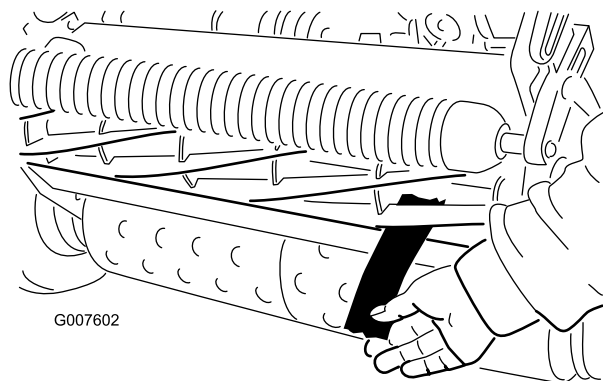

Figura 40
- En cada extremo del molinete, desde delante, inserte una tira larga de papel de periódico entre el molinete y la contracuchilla (Figura 40). Gire el molinete lentamente hacia adelante, y al mismo tiempo gire en el sentido de las agujas del reloj el tornillo de ajuste de la barra de asiento (en el mismo extremo del molinete), un clic a la vez, hasta que el papel quede ligeramente aprisionado cuando se inserta desde delante, paralelo a la contracuchilla, produciendo una ligera resistencia al tirar del papel (Figura 39)
- Cuando termine el ajuste, compruebe si el molinete 'pellizca' un papel cuando se inserta desde delante, y si corta el papel cuando se inserta en ángulo recto respecto a la contracuchilla (Figura 40). Debe ser posible cortar el papel con un contacto mínimo entre la contracuchilla y las cuchillas del molinete. Si se nota una resistencia excesiva del molinete (más de 0,79 Nm), será necesario afilar o amolar la unidad de corte para conseguir los filos necesarios para un corte de precisión (consulte el manual de afilado de molinetes de Toro).